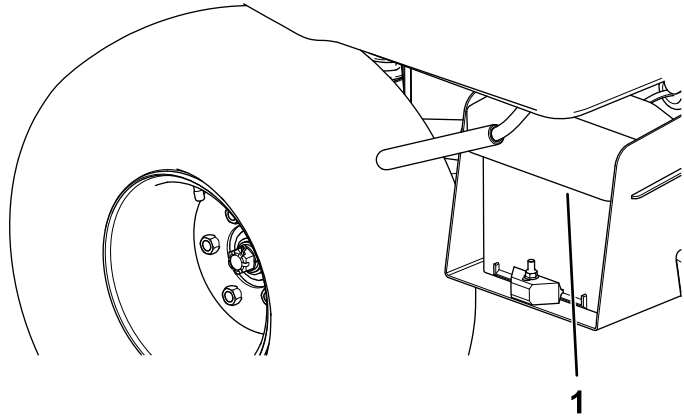

图 4
1. 挤压电池盖，将凸耳从电池座上松开。图 4
2. 从电池座上取下电池盖（图 4）。
6. 将电池盖与电池座对齐（图 4）。
7. 挤压电池盖，将凸耳与电池座对齐，松开电池盖（图 4）。